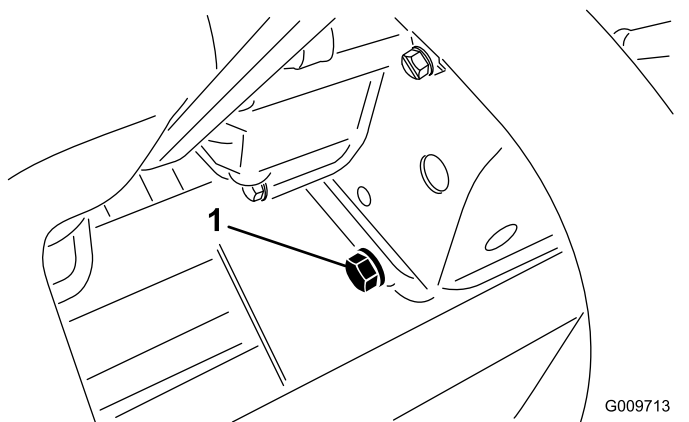

Figura 56
1. Retire o tampão de escoamento (Figura 56) e deixe o óleo escorrer para um recipiente adequado. Quando o óleo parar, volte a montar o tampão de escoamento.